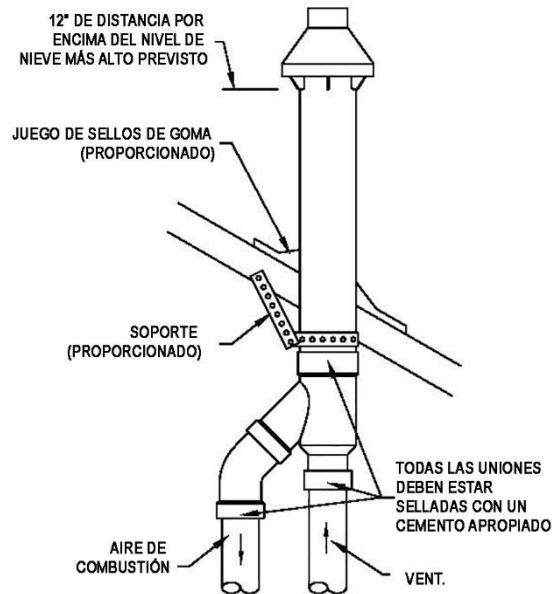

Figura 22: Colocación de la ventilación concéntrica sobre el techo
- Afirmar el conjunto a la estructura del techo como se muestra en la Figura 22, usando las correas de metal proporcionadas o un material de sostén equivalente.
Asegúrese de que la altura de la terminación quede por encima de la superficie del techo o del nivel de nevadas previsto (consulte la Figura 22).
- Cemente las tuberías de ventilación y de aire de combustión del calentador al conjunto de acoplamientos concéntricos en forma de "Y" (consulte la Figura 20). Consulte la Figura 22 para conocer la forma adecuada de colocar la tubería.